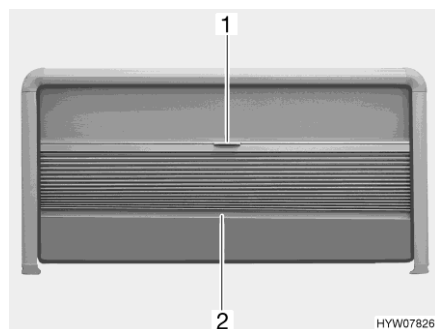

Fig. 41 Dispositif occultant plissé et moustiquaire (fenêtre projetante)
- Saisir la tige de fermeture (Fig. 41,2) du dispositif occultant plissé par le milieu et tirer avec précaution vers le bas.
- Maintenir la tige de fermeture (Fig. 41,2) du dispositif occultant plissé par le milieu et pousser ce dernier avec précaution vers le haut.
- Tirer la moustiquaire vers le bas en la maintenant par la poignée (Fig. 41,1).
- Pousser la moustiquaire à fond vers le haut en la maintenant par la poignée (Fig. 41,1).